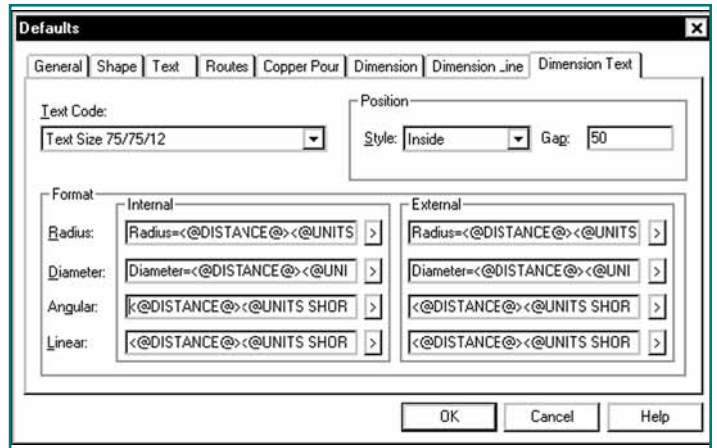

Рис. 7. Настройка текстовых обозначений размеров
18. В диалоговом окне Defaults перейдем на закладку Dimension Text (рис. 7).
21. Проверим, что настройки форматов текстовых обозначений в поле Format выполнены, как показано на рис. 7.